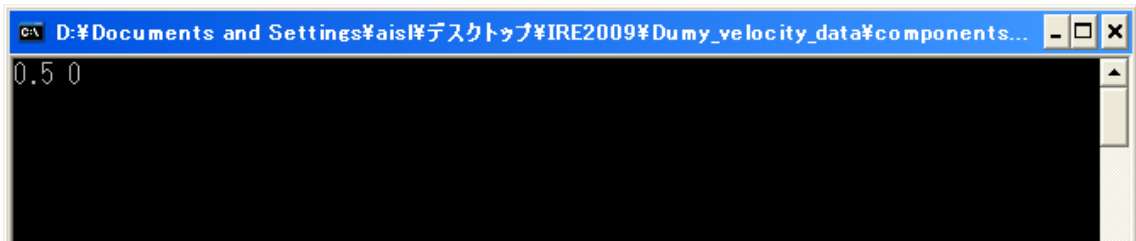

図 5 Dumy_velocity_data.comp によるテストデータの入力
(ク) RT System Editor 上で PatrafourController コンポーネントを選択すると、Configuration View に図 5 のように表示されます。ここでロボットと接続している COM ポート番号と“COM_Port”が同一になっていることを確認し、異なっている場合は同一になるよう Value を変更し、『適用』ボタンを押すことで値を変更してください。
(イ) 図 5 のように Dmy_velocity_dataComp のウインドウにロボットの
- (イ) 6 章の③まで行う.
- (ウ) 6 章の④で『URGDataFlowComp.exe』, 『LocalMapComp.exe』, 『LocalMapViewComp.exe』を追加して起動する.
- (エ) 6 章の⑤の(カ)まで行う.
- (オ) 図 5 のように接続する.